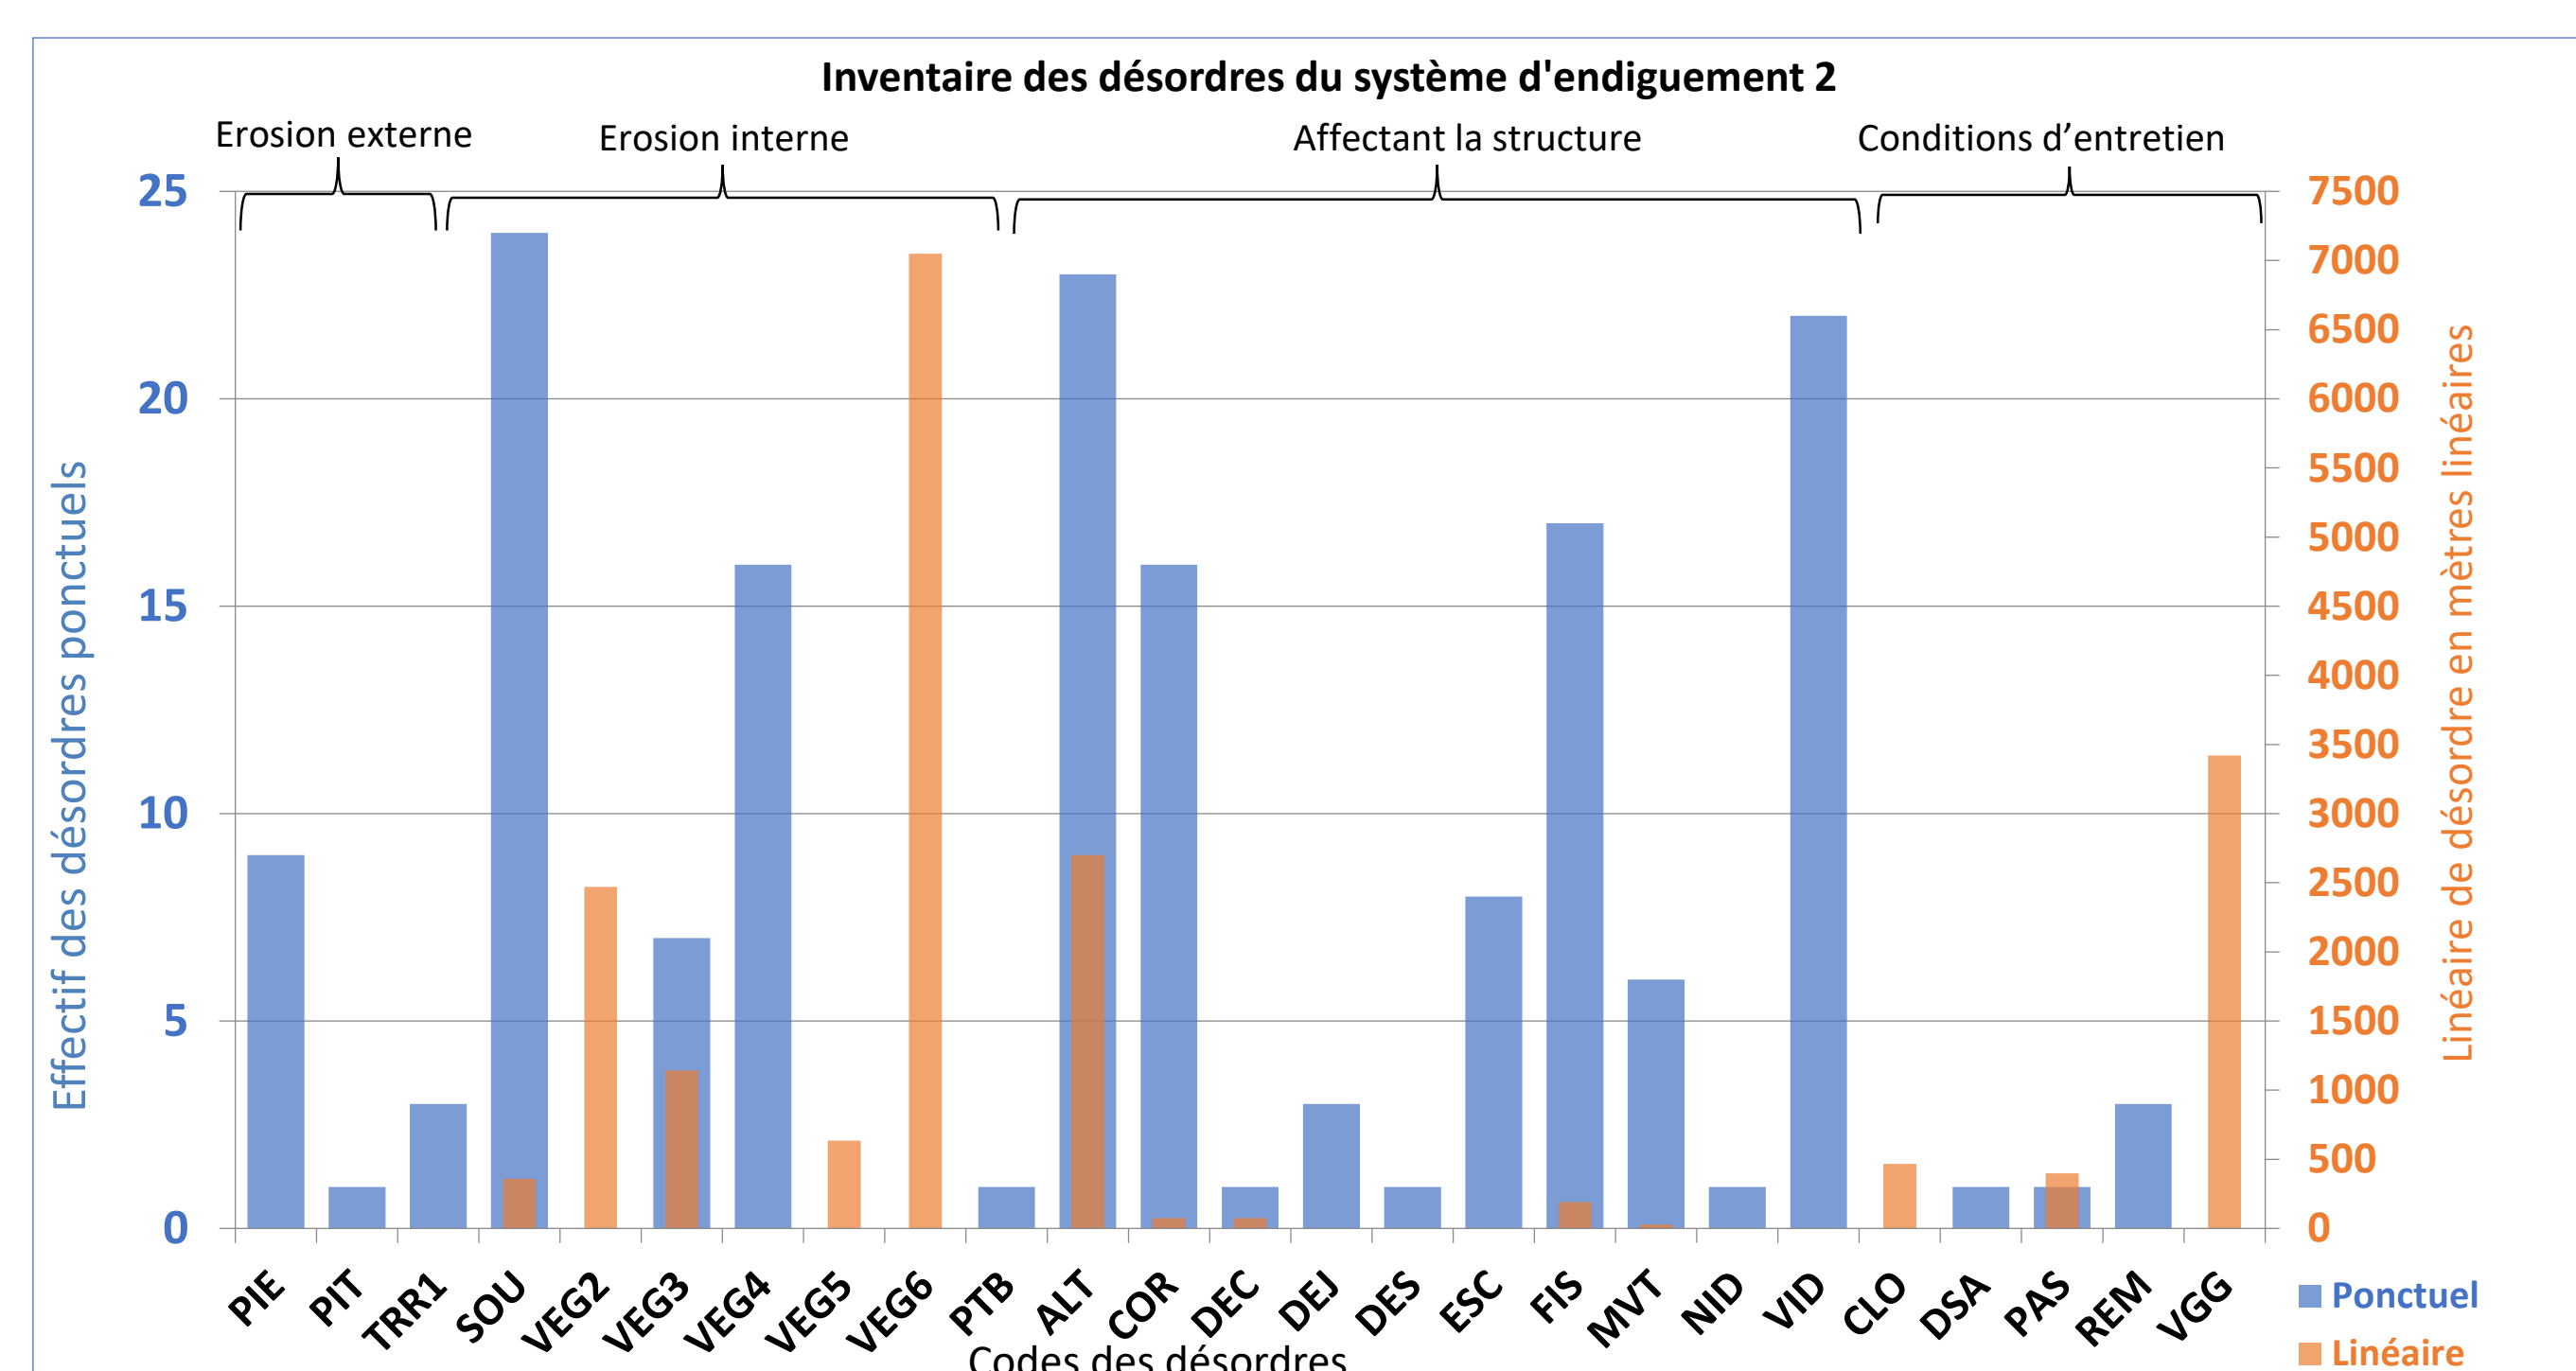

Figure 3 : Graphique des désordres du système d'endiguement 2
- Graphiques, interprétation (évolution et gravité) → **Figure 3**